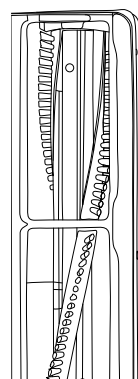

Fig. 2
6. Remplacez la plaque inférieure en accrochant l'extrémité avant de la plaque aux deux nervures de l'extrémité avant du boîtier de la tête de brosse. (Fig. 2)